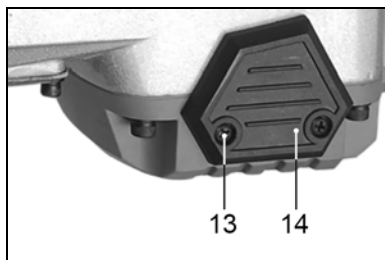

Рис. 7.
9.3.1. Вывинтите винты (13) и демонтируйте накладку (14) щеткодержателя, Рис. 7.